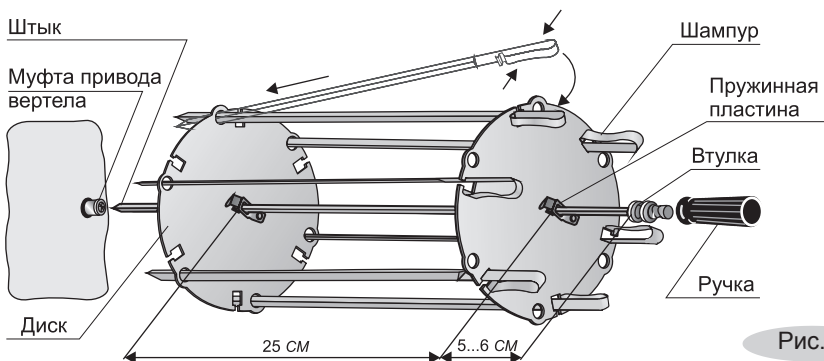

Рис.19
- Сжав пружинные пластины, оденьте на штык диск и установите его на расстоянии 5-6 см от втулки (рис.19).